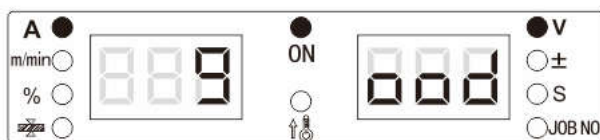

Рисунок 3-32. Индикация мигающего сигнала ""GOOD" ("ХОРОШО") на цифровых дисплеях
4. Светодиодный дисплей покажет сигнал "GOOD" ("ХОРОШО") в мигающем режиме (см. Рисунок 3-32).